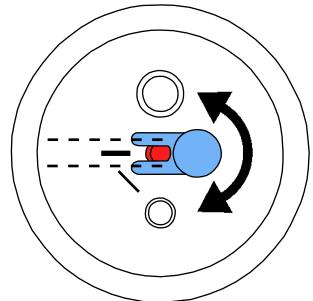

Fig. 12
- Duza de dozare se va regla la rezervoarele de sablat la 25 - 70 µm (Fig. 12).